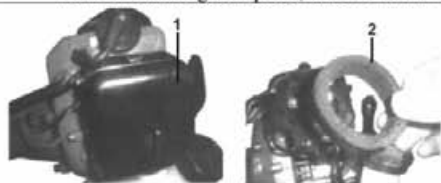

Fig.E19
- Ajouter quelques gouttes d'huile avant de le réinstaller (Fig.E19)